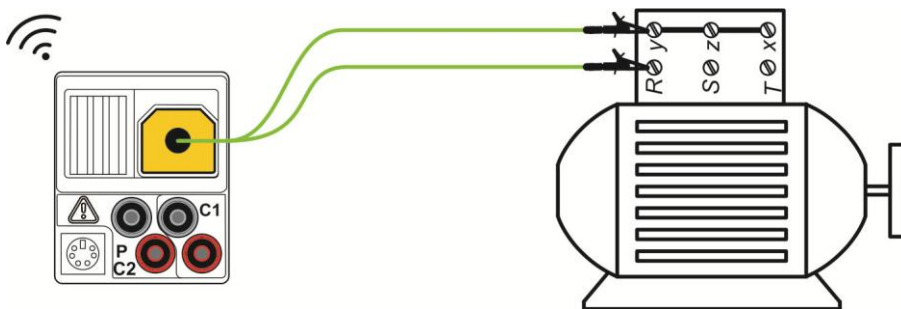

Figura 5.8: Ejemplo de prueba de continuidad
- ❑ **Conecte** los cables de prueba al objeto comprobado (vea la Figura 5.8).